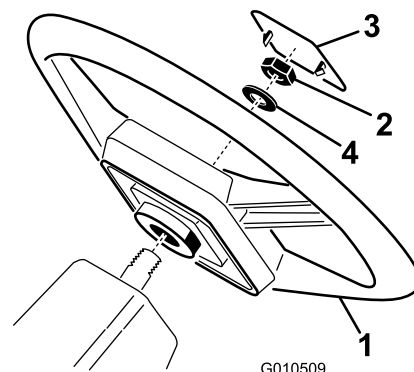

Figure 3
1. Retirez l'écrou de l'arbre de direction. Glissez le volant et la rondelle sur l'arbre (Figure 3).